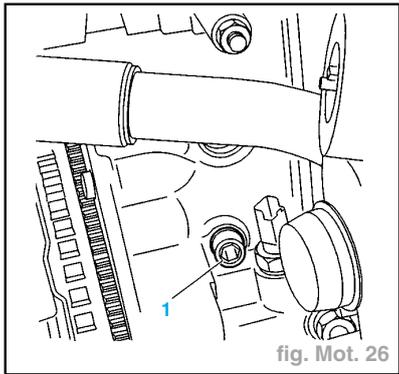

fig. Mot. 26
- Vidanger le bloc moteur en déposant la vis de vidange (1) (fig. Mot. 26).